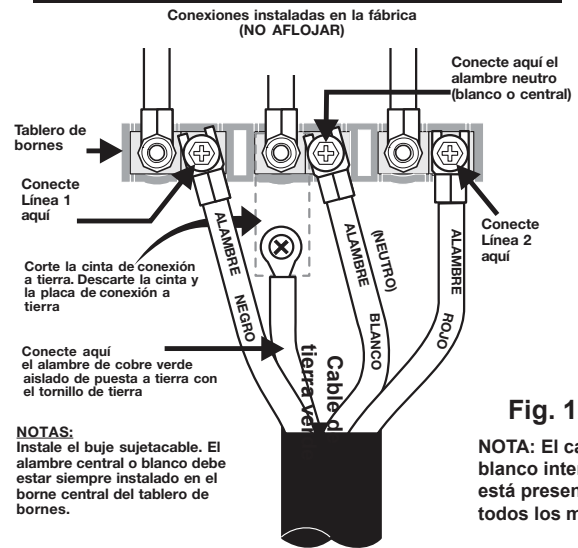

Fig. 12
5A. CONEXIONES DEL CORDON DE ALIMENTACION (Instrucciones para Conexión Tetrafilar - Consulte la Fig.12)
4. Conecte el alambre de puesta a tierra (Verde) con el ojal en el marco del electrodoméstico con el tornillo de tierra usando el mismo agujero del marco donde estaba originalmente instalado el tornillo de tierra (Ver Fig. 12).